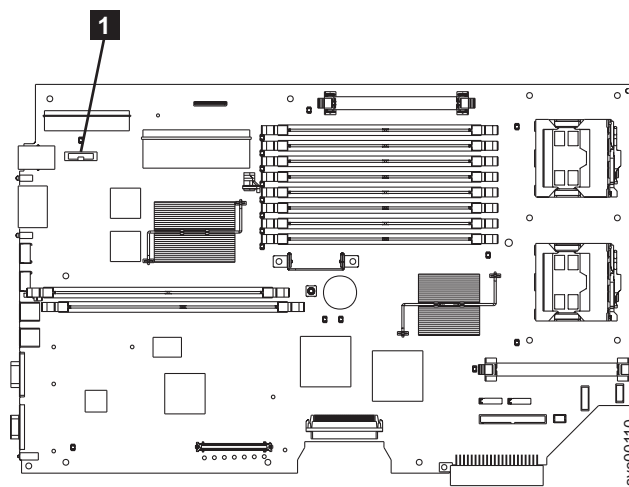

図 119. バッテリーの位置
4. バッテリー **1** をシステム・ボード上で見つけます。図 119 を参照してください。